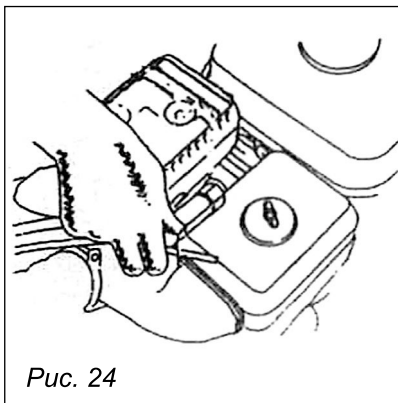

Рис. 24
- Снимите наконечник свечи зажигания, удалите грязь вокруг свечи (рис. 24).